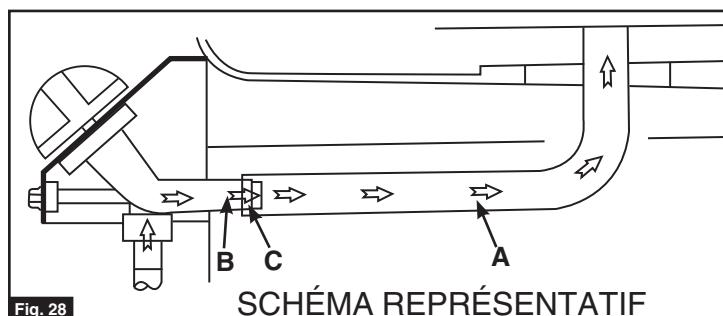

Fig. 28
- Vérifiez que le diffuseur des brûleurs [A] soit correctement positionné sur les sorties de valve [B]. L'orifice de la valve [C] doit être à l'intérieur du diffuseur. (Fig. 28)